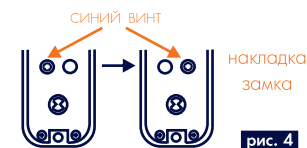

рис. 4
- взять накладку замка **рис. 4** и переставить в ней винт с синей головкой в соседнее отверстие (кроме модели 250).